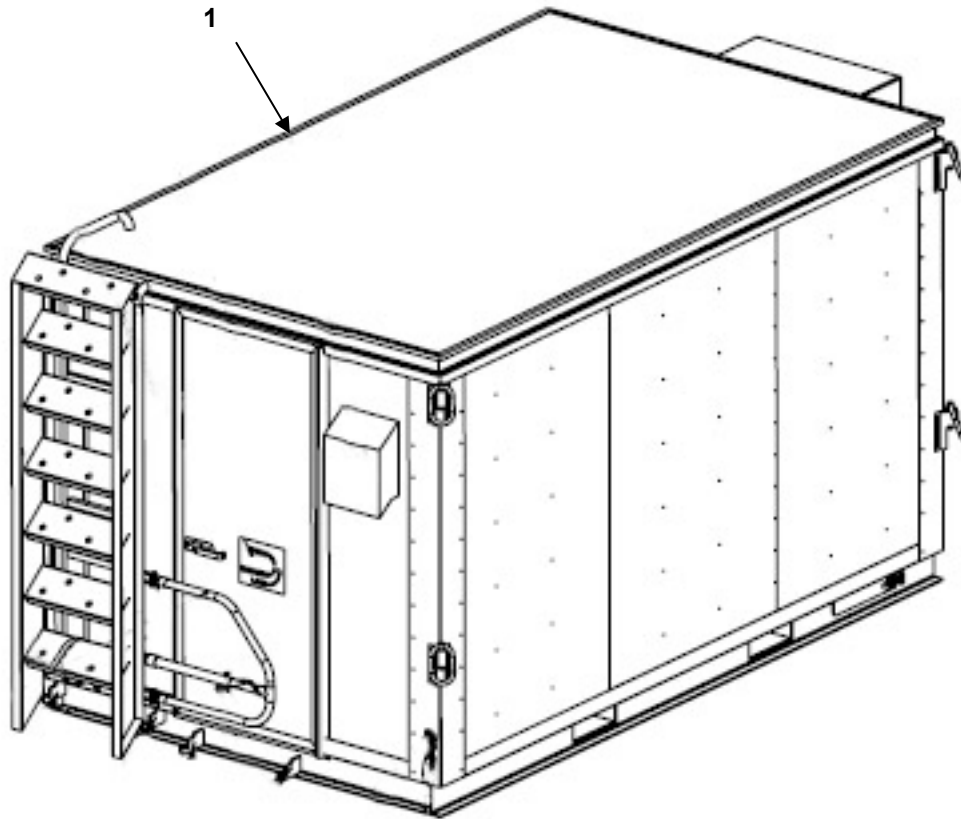

FIGURE 01 MODULAR WORKSHOP CONTAINER (MWC)
**FIGURES 01 to 06**
GROUP 01 FIGURE 01 MODULAR WORKSHOP CONTAINER (MWC)
END OF FIGURE 01